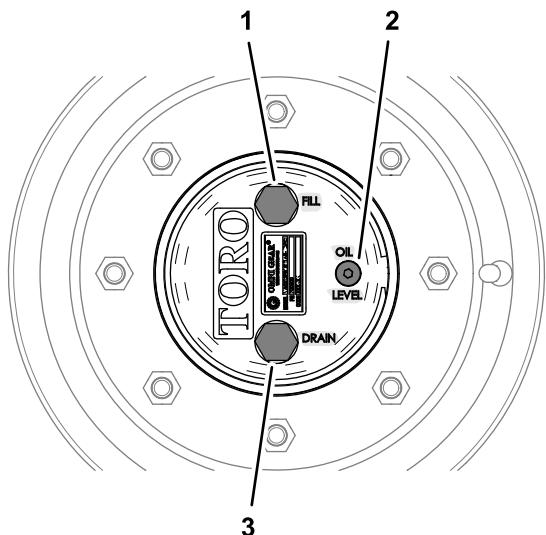

図 91
1. 水平な床面で、補給プラグが最高位置時計の 12 時の位置、点検プラグが 12 時、ドレンプラグが最低位置 6 時の位置にくるように駐車する図 91。
1. 水平な床面で、補給用プラグが最高位置時計の 12 時の位置、点検用プラグが 12 時、ドレン用プラグが最低位置 6 時の位置にくるように駐車する図 91 プラネタリギアオイルの点検 (ページ 65)を参照。